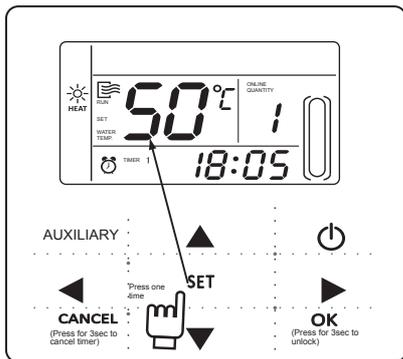

Fig.4-2
2) Usar 3 tornillo GB950-86 M4X20 para sujetar la placa trasera a la pared (Fig. 4.2)